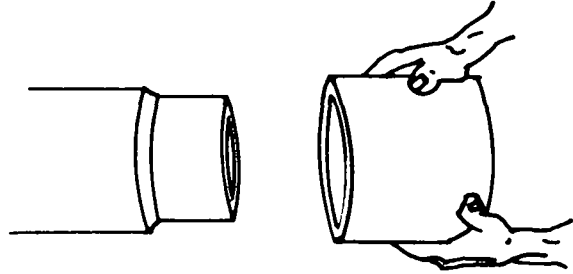

FIG. 5
5.º Passo — Verifique a superfície limada usando uma luva como calibrador (fig. 5).